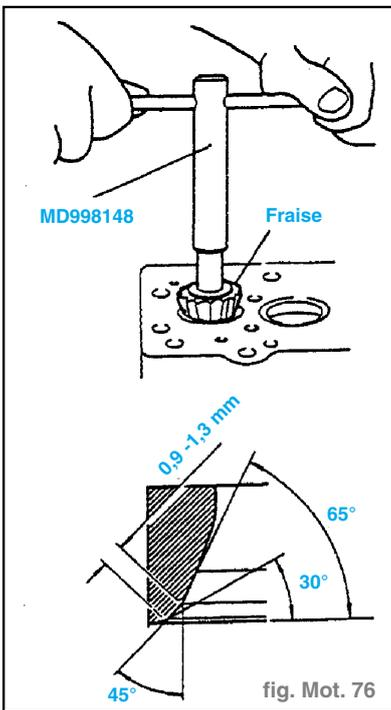

fig. Mot. 76
- Pour la rectification des sièges de soupape, employer les outils spéciaux prévus à cet effet ou utiliser une rectifieuse de soupape de façon à obtenir les largeurs et angles de siège prescrits. (fig. Mot. 76)